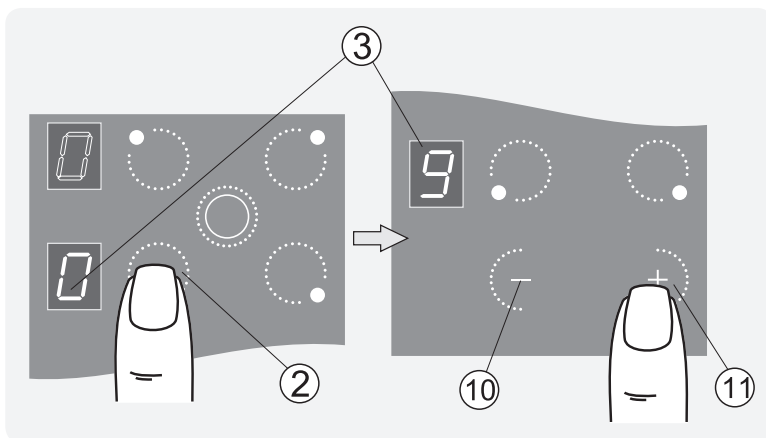

Рис.30
1. Коснуться зоны **2** с обозначением выбранной конфорки, после чего конфорка перейдет в режим управления. В соответствующем окне индикации мигает «**0**» (рис.30).